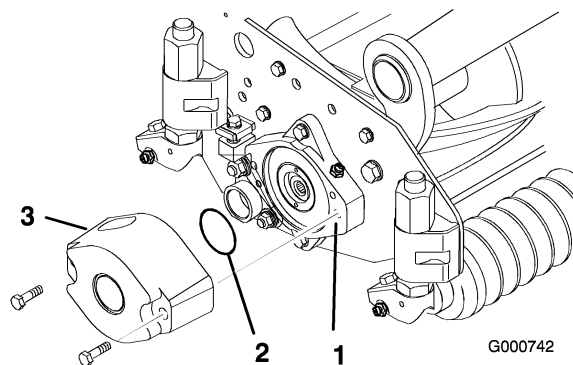
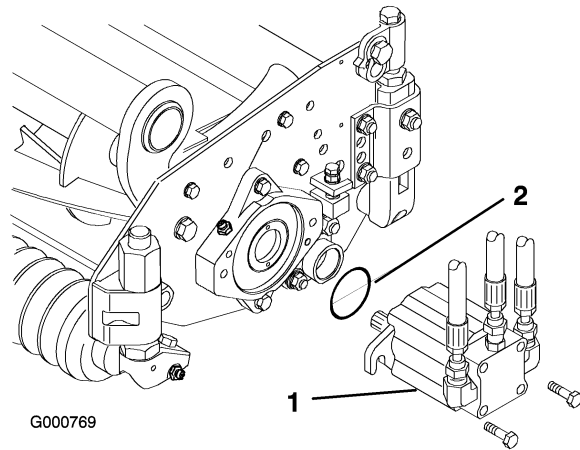

Figura 4
Figura 7
3. Lubrique e instale una junta tórica grande en la ranura del alojamiento del cojinete de cada extremo de la unidad de corte (Figura 4 y Figura 7).
4. Instale un contrapeso en el extremo correspondiente de cada unidad de corte con los tornillos de caperuza suministrados (Figura 4).
13. Monte el motor en el extremo de tracción de la unidad de corte y fíjelo con los dos tornillos de caperuza suministrados (Figura 7).